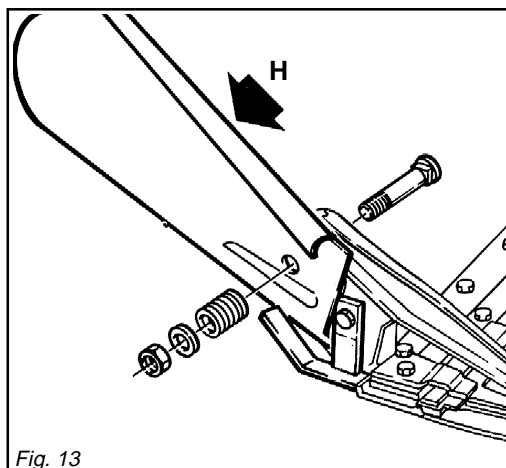

Fig. 13
- Applicare l'andana (H, Fig. 13) sulla scarpa esterna.
- Fit the mow guide (H, Fig. 13) to the outer shoe.
- Das Schwadblech (H, Abb. 13) auf dem äusseren Schuh anbringen.
- Appliquer l'andaineuse (H, Fig. 13) sur la semelle extérieure.
- Aplicar la andana (H, Fig. 13) sobre la zapata externa.